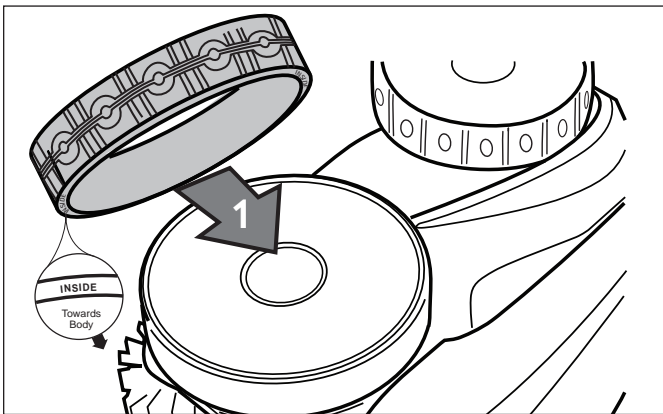

Figure 33. Orientation de remplacement des pneus
- Pour remplacer le pneu, placez le pneu sur la roue en veillant à orienter le pneu de sorte que le mot **INSIDE**(INTÉRIEUR) se trouve en direction du châssis du nettoyeur (Figure 33).